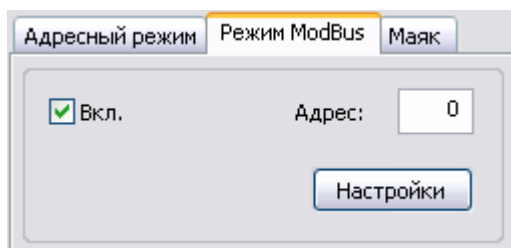

Рис.6.1. Закладка «Режим ModBus»
2) *Modbus* (рис.6.1). В данном случае радиомодем обрабатывает только команды Modbus и может работать как отдельный контроллер. Для адресации непосредственно к радиомодему используется заданный адрес ModBus «Адрес:».